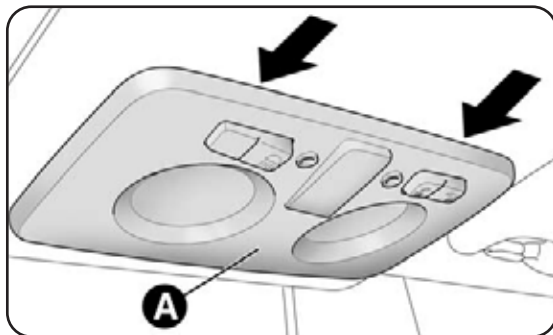
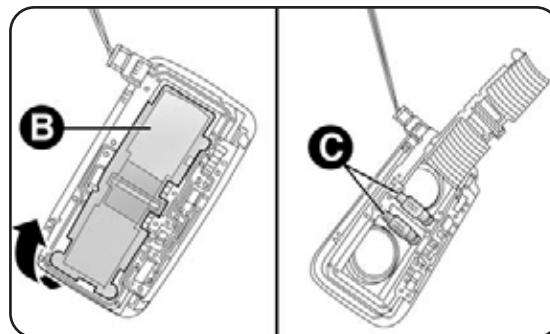

fig. 31
fig. 32
- rimuovi la plafoniera A-fig. 31 agendo nei punti indicati dalle frecce;
- apri lo sportellino B-fig. 32 sostituisci le lampade C svincolandole dai contatti laterali. Accertati poi che le nuove lampade risultino correttamente bloccate tra i contatti stessi;
- richiudi lo sportellino B-fig. 32 e fissa la plafoniera A-fig. 31 nella sua sede accertati dell'avvenuto bloccaggio.